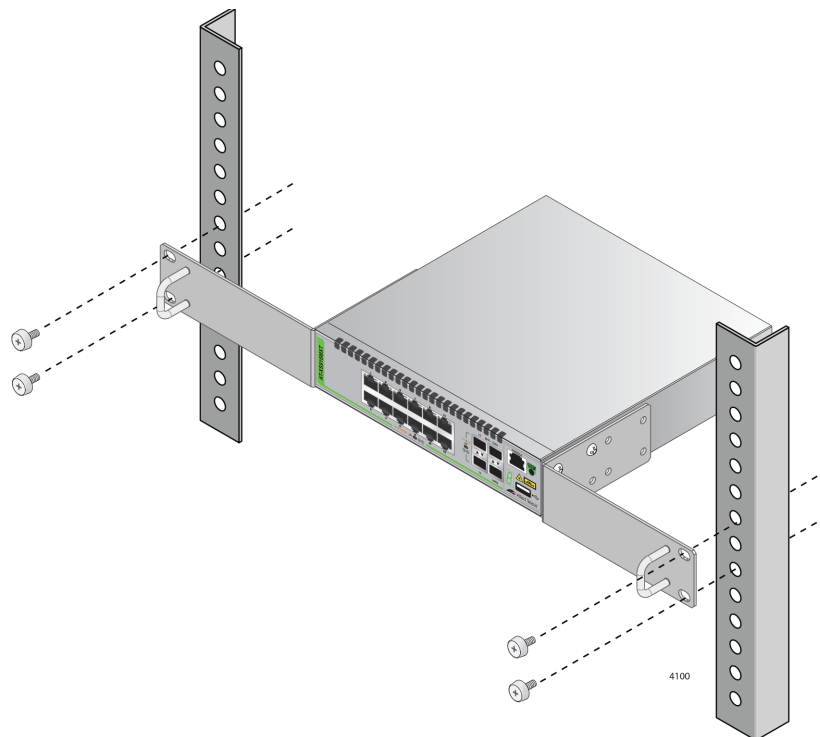

Рисунок 15. Установка коммутатора в стойку для оборудования
7. Попросите еще одного человека поддержать коммутатор в стойке для оборудования, пока вы крепите его стандартными винтами для крепления оборудования в стойке, как это показано на рис. 15.